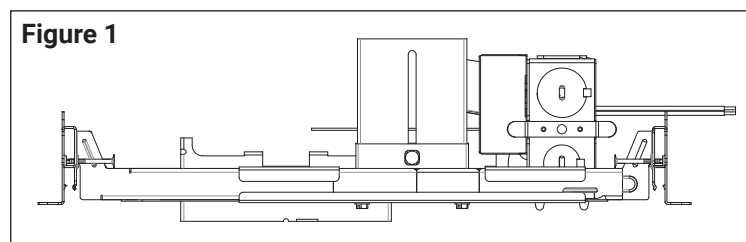

Figure 2
- 3. Extend bar hangers to fit on T-Bars. Secure with screw (not included) as shown (Figure 2).
- 3. Allongez les barres de suspension pour qu'elles s'ajustent sur les barres en T. Fixez-les avec une vis (non fournie) comme montré (Figure 2).
1. Extend bar hangers to fit between joists. Position fixture by hammering nails into joists. Hanger bar flange should be against bottom of joist (Figure 2)
1. Déployez les barres de suspension de façon à ce qu'elles s'adaptent entre les solives. Positionnez le luminaire en fixant des clous dans les solives. La collerette d'encastrement de la barre de suspension doit être placée au bas de la solive (Figure 2).